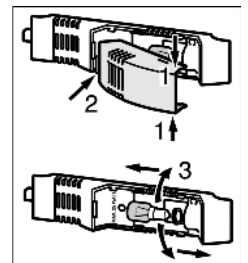

Fig. 6
- ▶ Saisir la protection d'ampoule en haut et en bas Fig. 6 (1).
- ▶ Déclipser à l'arrière et détacher la protection d'ampoule Fig. 6 (2).
- ▶ Remplacer l'ampoule. Fig. 6 (3)